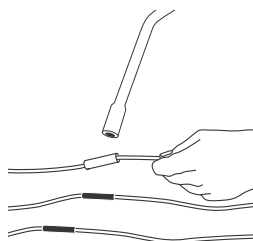

Fig. 8 Chauffage du connecteur
5. Centrer la gaine thermorétractable sur le connecteur. En utilisant un chalumeau au propane, un briquet ou un pistolet thermique électrique, chauffer uniformément la gaine depuis le centre vers les extrémités. Voir fig. 8 ;